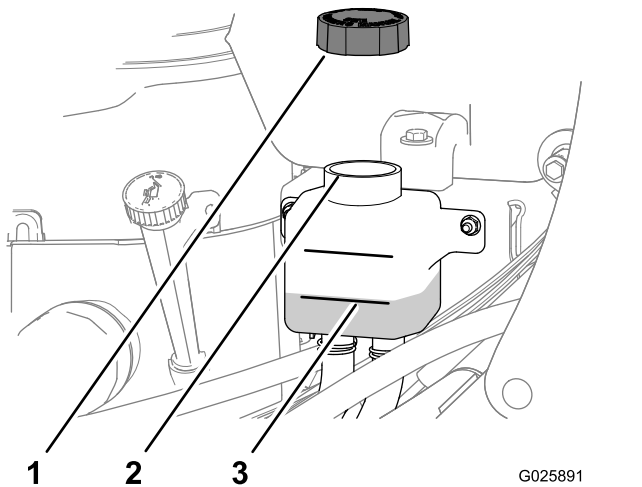

Figure 5
3. Vérifiez le niveau du liquide hydraulique dans le vase d'expansion (Figure 5).
4. Au besoin, faites l'appoint de liquide de transmission spécifié jusqu'à ce que le niveau atteigne le repère maximum à froid sur le vase d'expansion (Figure 5).